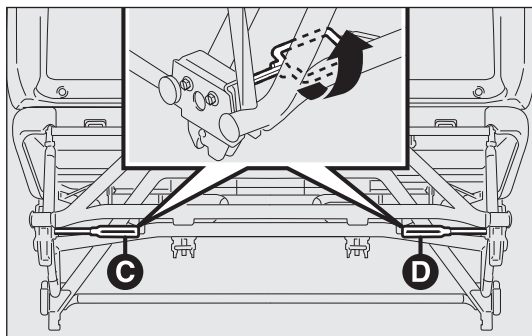

fig. 36
- Från paketläge. Vrid spakarna C och D-fig. 36 framåt (som anges på märkplåten som sitter på den nedre tvärbalken).